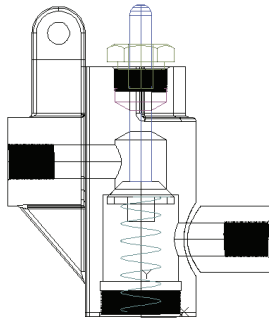

图 11-178 复制胶垫后的图形
3) 复制胶垫: 选择菜单栏中的“编辑”→“带基点复制”命令, 选取基点为 (0,0,0), 将“胶垫”图形复制到“手压阀装配图”的前视图中, 指定的插入点为 (0,0,0), 如图 11-178 所示。